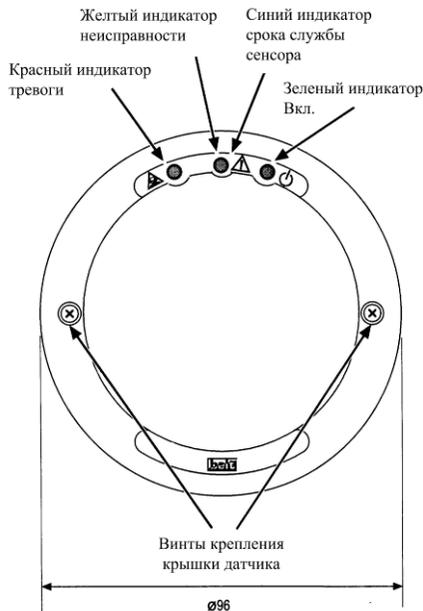

Рисунок 1: Датчик – вид сверху.
- а. Открыть корпус, ослабив два крепежных винта крышки (см. рисунок 1);
- Открыть корпус, ослабив два винта крепления крышки (см. рисунок 1).